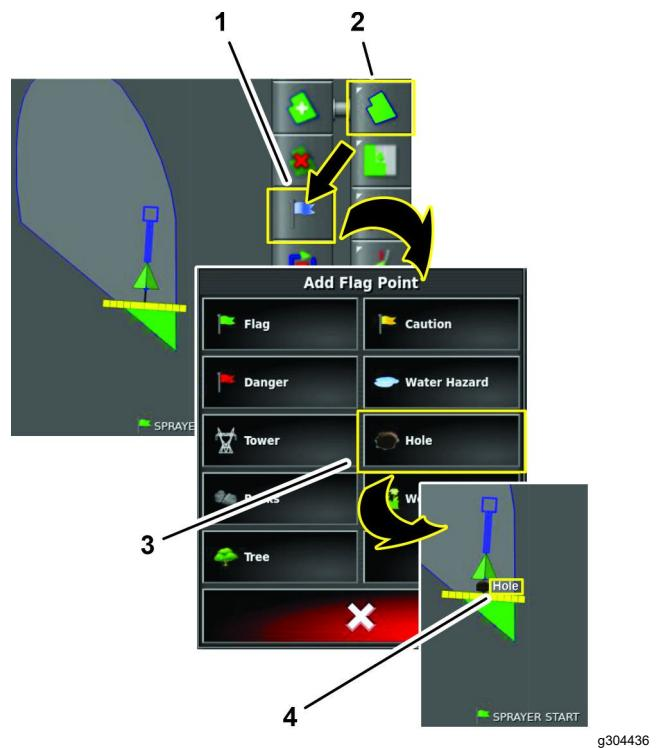

Figura 79
2. Premete l'icona MENU DEL CAMPO e l'icona IMPOSTA PUNTO DI SEGNALAZIONE (Figura 79). Viene visualizzato il menu Aggiungi punto di segnalazione.
3. Nel menu Aggiungi punto di segnalazione, selezionate un'icona Punto di segnalazione (Figura 79).
Il punto di segnalazione viene visualizzato nel quadro di comando, dietro il veicolo (Figura 79).